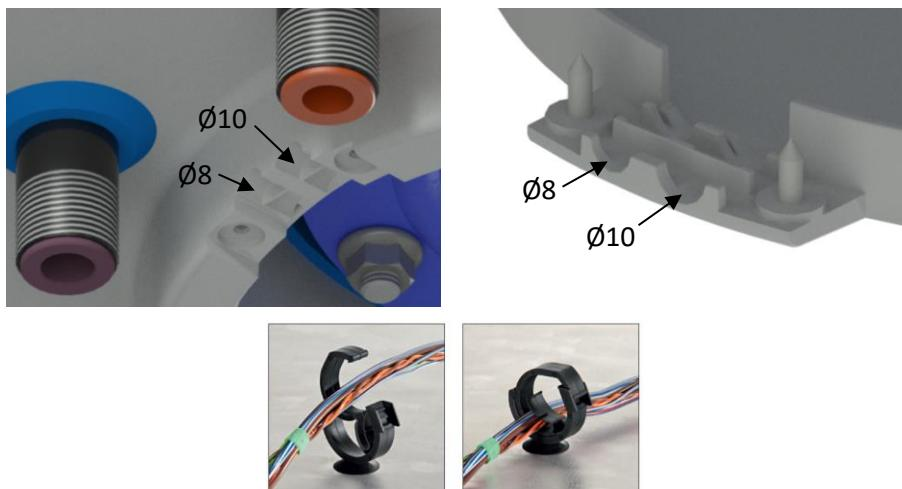
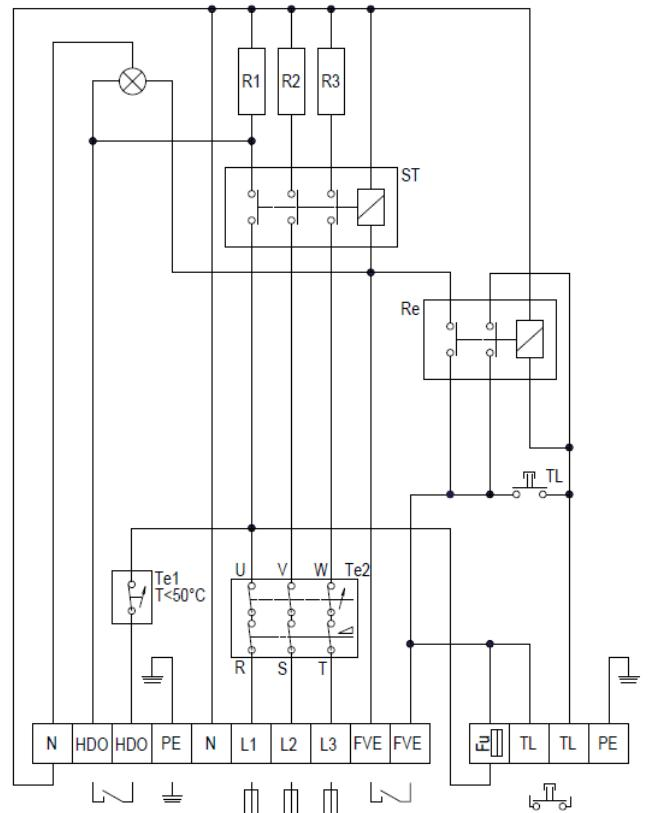

Рисунок 8
Рисунок 9
Подключение выполните согласно приложенной схеме. Подключение, выполненное на заводе, запрещено менять! (Рисунок 9) В крышке электропроводки снимите перегородку, соответствующую диаметру подводящего провода Ø8 или Ø10 (Рисунок 8). Степень защиты электрических компонентов водонагревателя - IP 44. Потребляемая мощность электрических нагревательных элементов 3x2000 Вт. Для крепления приводного кабеля используйте установленные держатели.
- Схема эл. подключения прилагается к водонагревателю также на крышке электропроводки (Рисунок 9).